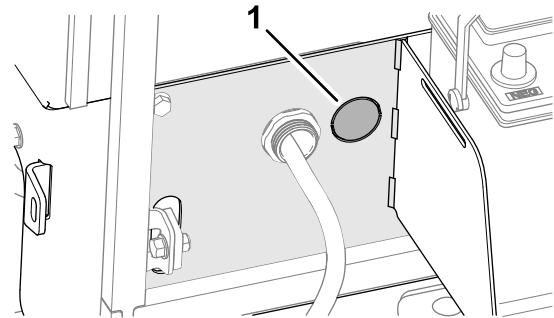

Bild 8
1. Entfernen Sie auf der linken Seite des Batterieträgers den Ausbrechstopfen aus der Kühlerhalterung (**Bild 8**).